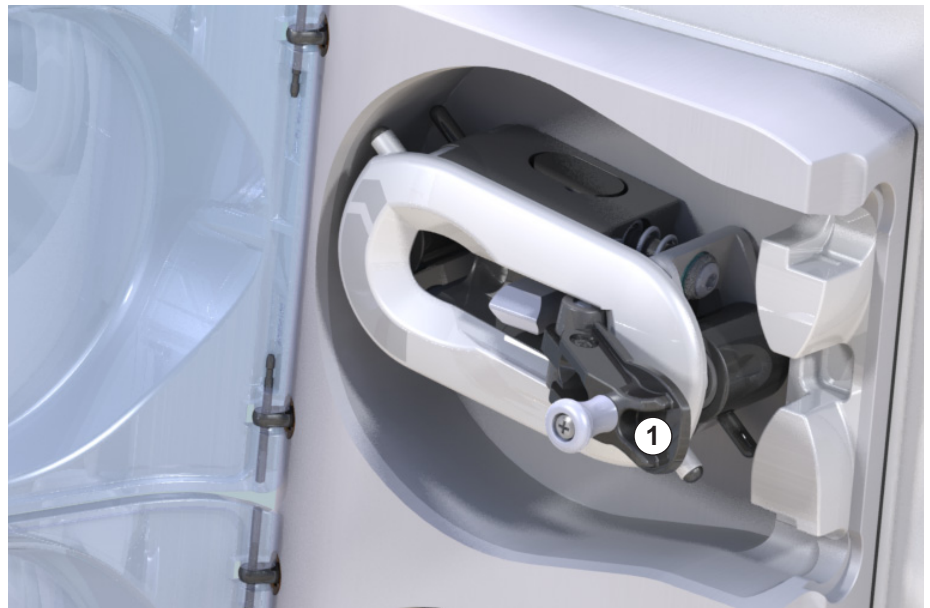

Fig. 12-8 Manovella integrata per la restituzione manuale del sangue
2. Sollevare la manovella Fig. 12-8 dal rotore.